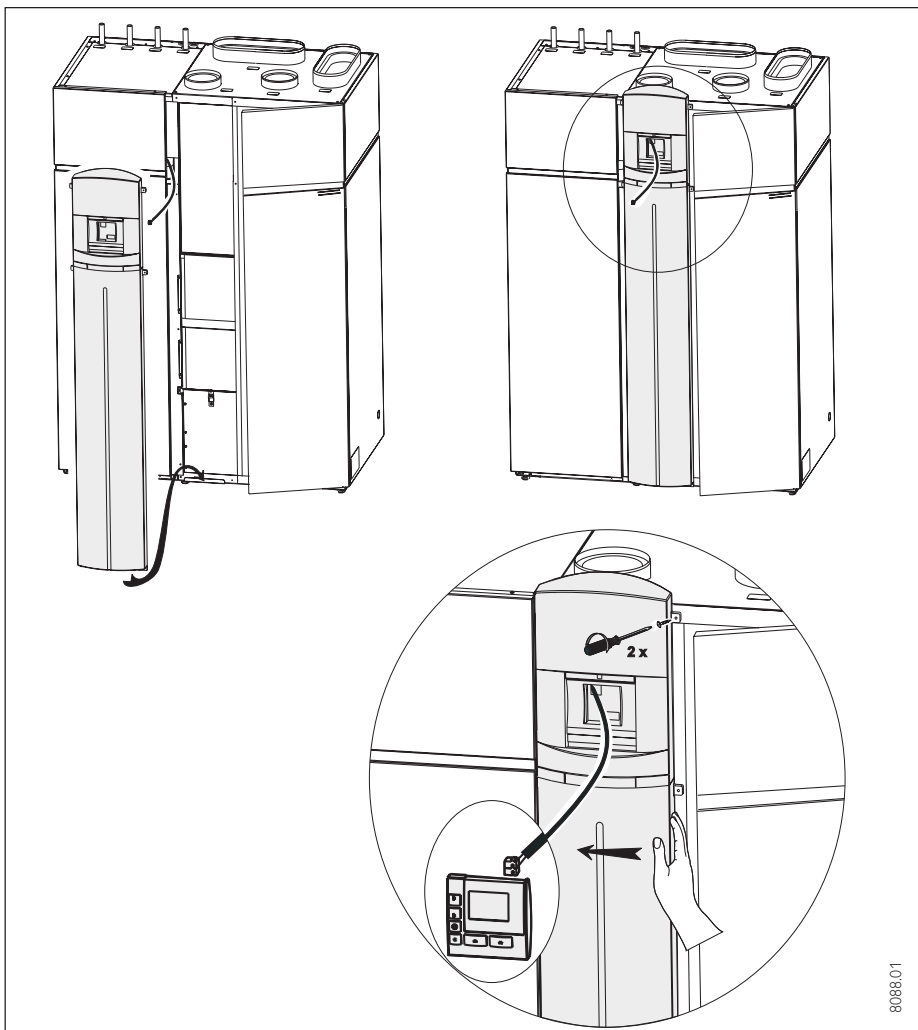

Abb. 15
- ⇒ Seitenwand (1) in die Rückwand vom Speichermodul einhängen und unten am Rahmen anschrauben.
- ⇒ Deckel (2) mit der Rückwand und der Seitenwand verschrauben.
- ⇒ Vorderwand (3) in die Seitenwand einhängen, dabei die Busleitung durch die Ausklinkung in der Vorderwand nach vorn aus dem Gerät herausführen. Anschließend die Vorderwand unten am Rahmen anschrauben.
- ⇒ Blende nach Abb. 15 montieren.